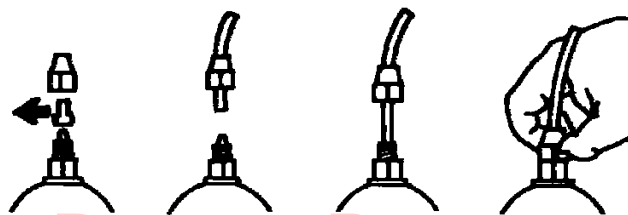

Fig. 7
- e. Sfilare le due capsule rosse di protezione dai raccordi, inserire fino in fondo i tubetti sui relativi attacchi conici e bloccarli con le apposite ghiera di fissaggio (Fig. 7).